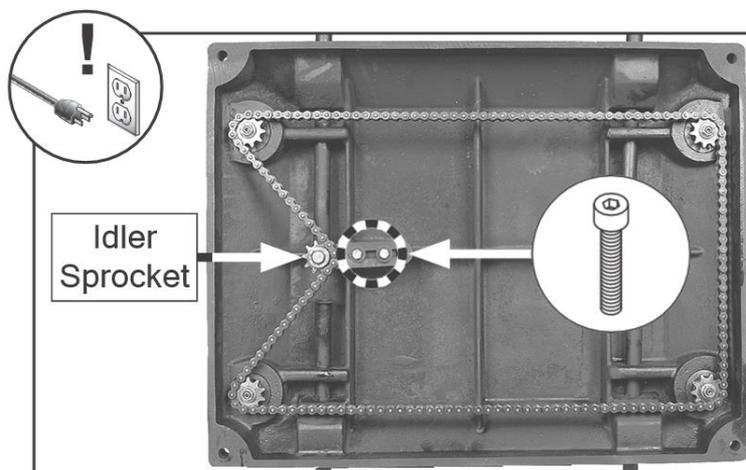

Рисунок 52. Расположение направляющей звездочки и стопорных винтов.
3. Ослабьте стопорные винты и направляющую звездочку (см. Рисунок 52).